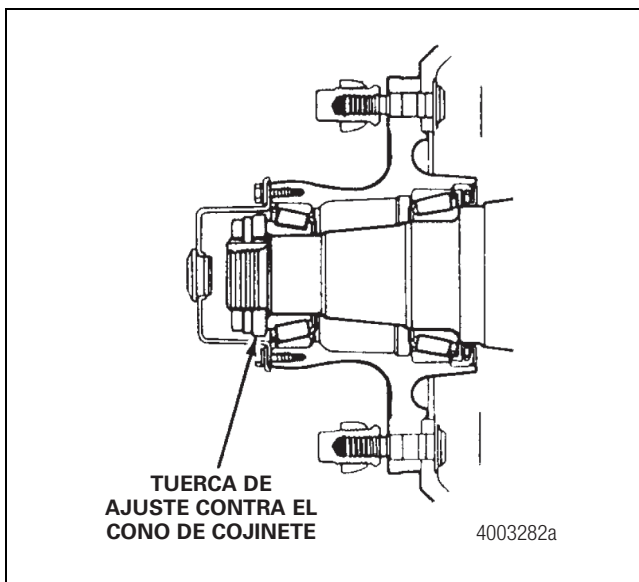

Figura 10.1
- El ajuste manual de cojinetes constituye la norma de producción actual. El objetivo de este procedimiento es obtener un juego axial del cojinete de rueda de 0.001-0.005 pulgada (0.025-0.127 mm). Lo anterior se logra primero apretando la tuerca de ajuste contra el cono de cojinete y luego aflojándola una cantidad indicada. Figura 10.1.